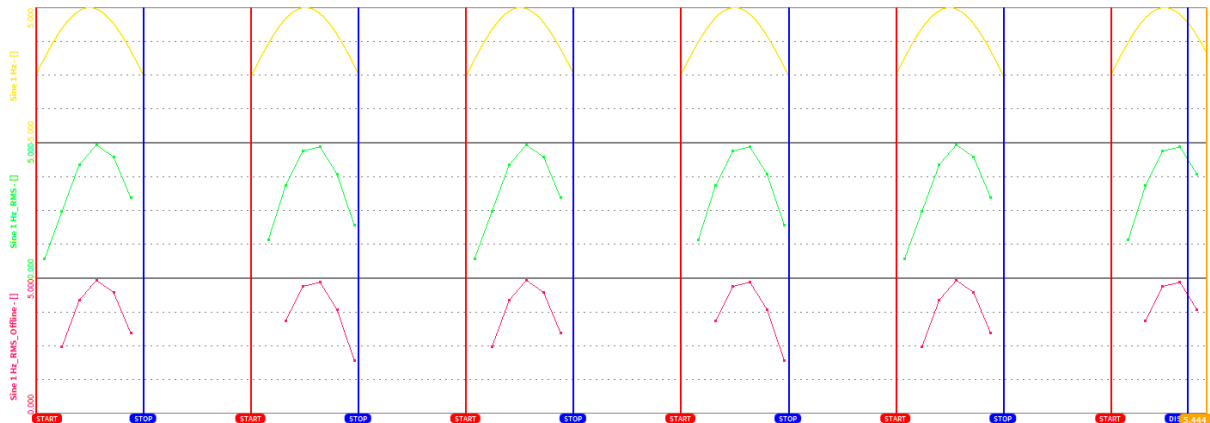

Abb. 7.179: Abweichung zwischen offline und online berechneten Statistikkanälen im Fall einer ereignisgesteuerten Aufzeichnung
- Bitte beachten Sie, dass ein offline erstellter Statistik-Kanal sich von einem online Statistik-Kanal unterscheidet, z.B. am Anfang der Datei oder im Fall von ereignisgesteuerten Aufzeichnungen (siehe Triggerereignisse). Im Beispiel, dargestellt in Abb. 7.179, ist der grüne Kanal ein online berechneter Statistik-Kanal, angewendet auf den gelben Analogkanal, und der rote Kanal ist ein offline berechneter Statistik-Kanal, auch angewendet auf den gelben Analogkanal, mit denselben Einstellungen. Die Abweichung zwischen dem grünen und roten Kanal entsteht aufgrund der Verfügbarkeit der vollen analogen Daten während der online Berechnung. Während der offline Berechnung, sind nur die ereignisgesteuerten aufgenommen Analogdaten verfügbar.